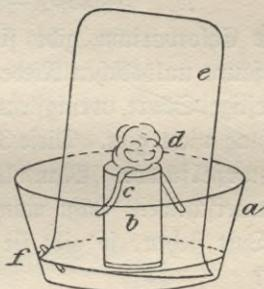

Fig. 32. Darstellung von Schwefelsäure.
* **Versuch 6** (Fig. 32)¹⁾: Stelle in eine Glasschale *a* ein umgekehrtes kleines Becherglas oder einen Liebig'schen Tiegel, *b*, lege quer darüber einen Schwefelfaden *c* und daneben einen mit starker Salpetersäure getränkten Schwamm oder